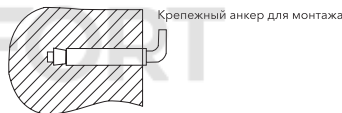

Рис. 2
2. После выбора места монтажа определите места под два крепежных болта с крюками, сделайте в стене два отверстия необходимой глубины с помощью сверла размером, соответствующим размеру крепежных болтов, вставьте винты, поверните крюк вверх, плотно затяните гайки, а затем установите на него электрический водонагреватель (см. рис. 2).